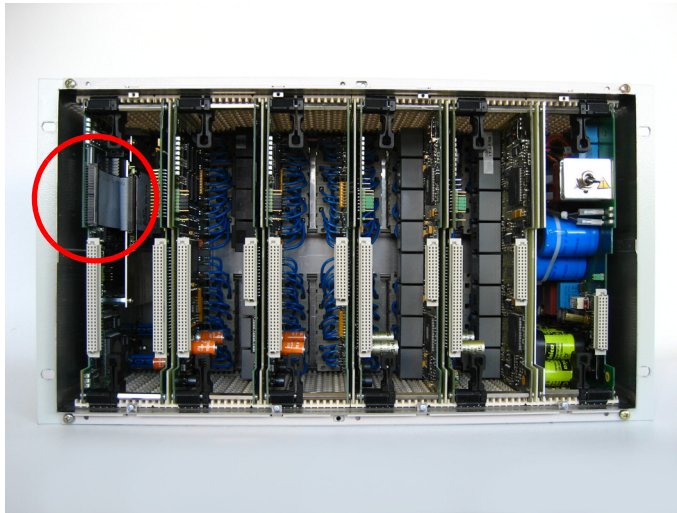

Bild 3-14 IDE-Verbindungskabel an der CPU-Baugruppe
- ❑ Ziehen Sie vorsichtig das IDE-Verbindungskabel der 2,5"-Flash Disk vom Steckverbinder ab (siehe Bild 3-14). Achten Sie darauf, dass die Anschlusspins der CPU-Baugruppe nicht verbogen werden.